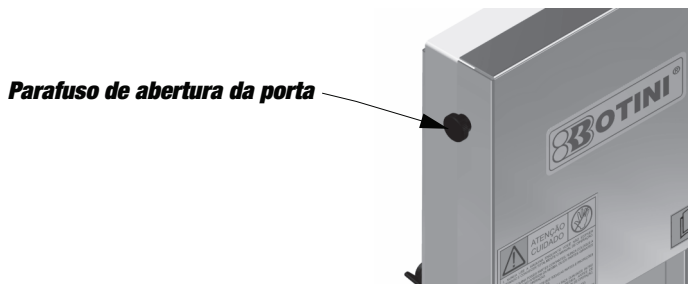

Figura 1
1.1.11 Mantenha a porta da serra (40 ou 41) fechada e fixada pelo parafuso (22 ou 23), durante a operação, conforme figura 1. **Abra a porta somente com o aparelho totalmente desligado.**